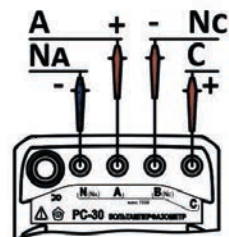

Рисунок 2.3 – Измеряемые величины в зависимости от схемы подключения
- схема измерения (см. рис. 2.3). Выбор схемы измерения производится кнопкой